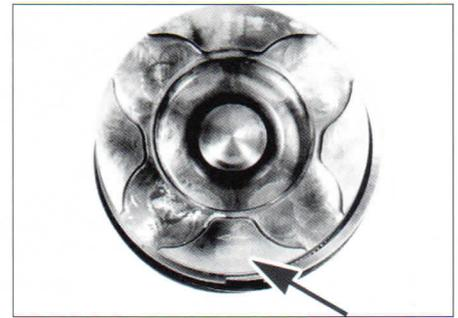

FIG. 51
- Colocar los conjuntos biela-pistón aceitados y emparejados en el bloque motor (conjunto nº1 lado volante motor) y orientar la flecha (fig. 51) hacia la distribución.